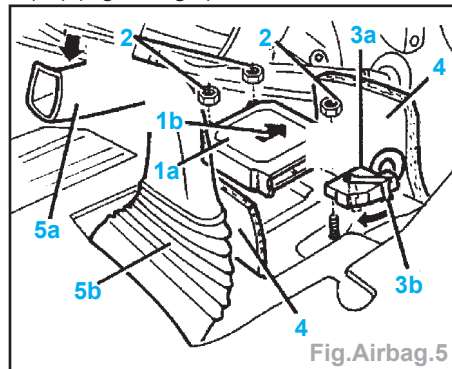

Fig.Airbag.5
- Reculer la partie supérieure du convoyeur (5a) (Fig.Airbag.5).